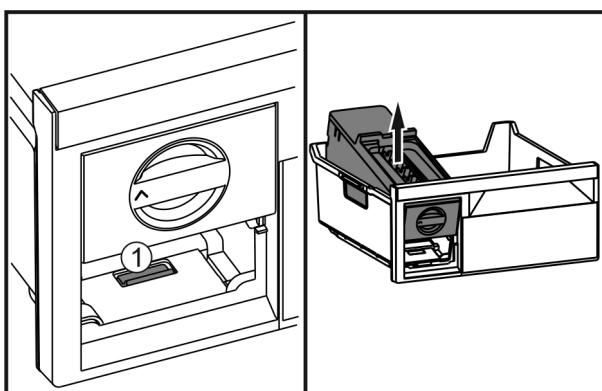

Fig. 48
- Stlačte sponu Fig. 48 (1), nadvhnite zariadenie EasyTwist-Ice zozadu a vyberte ho zo zásuvky na zmrazovanie.